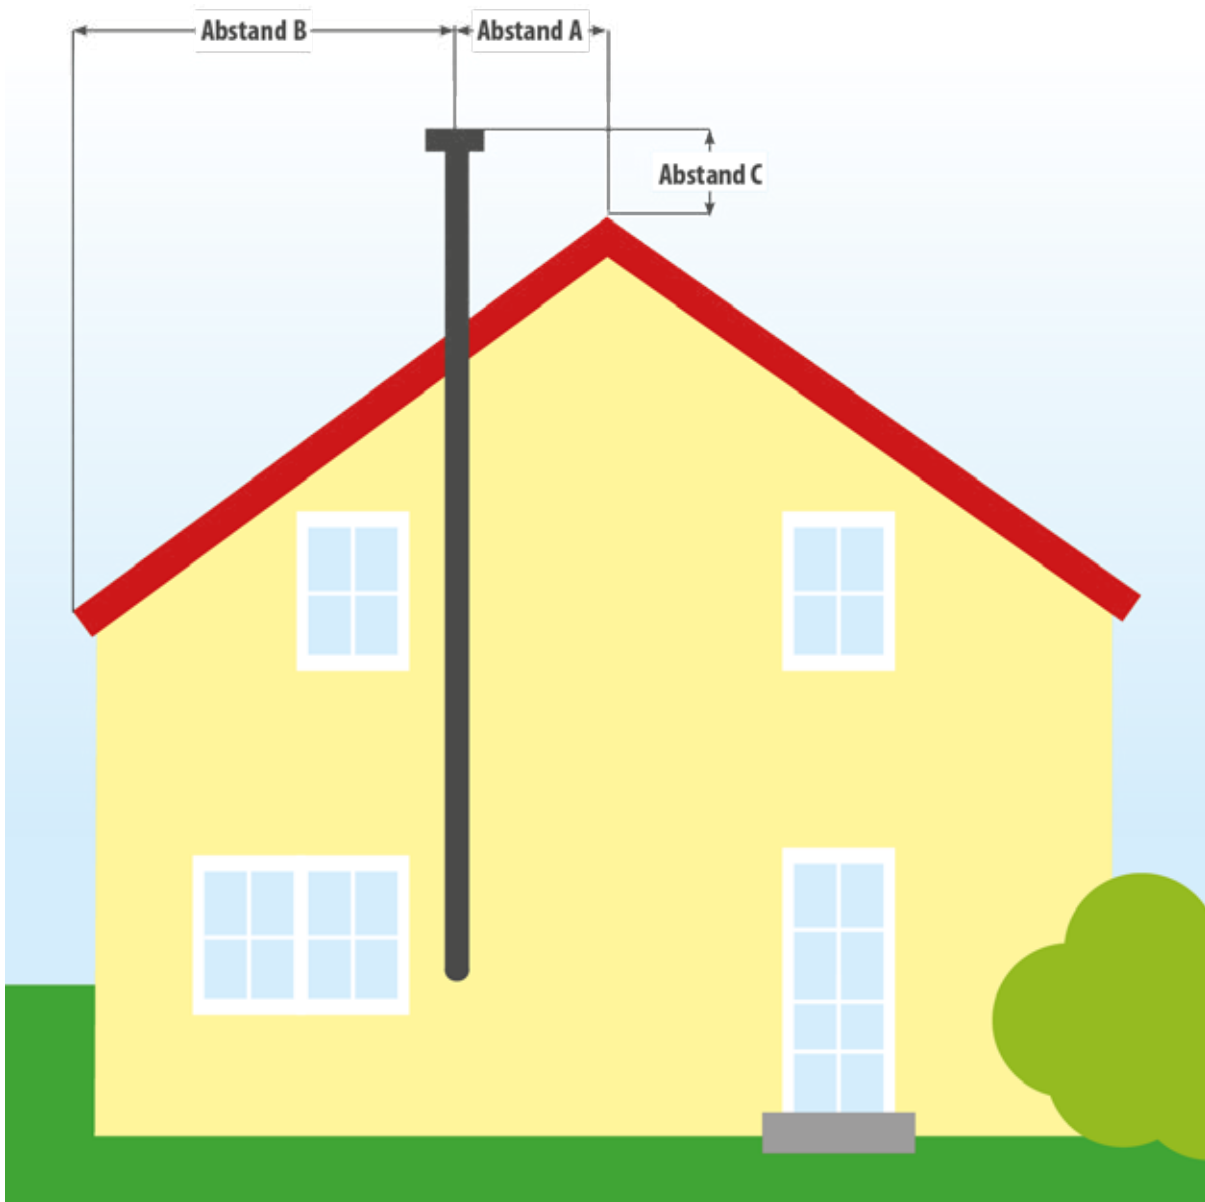

Abbildung 1
- ihr vertikaler Abstand vom First größer ist als ihr horizontaler Abstand vom First. (siehe Seite 5, Abbildung 1)